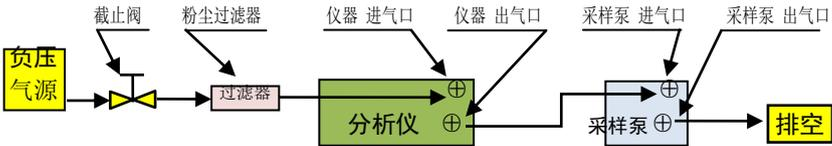

图2 气路“后抽式”接法示意图
- 1、“后抽式”接法：所谓“后抽式”是指采样泵接在仪器后使用。具体接法是，将气源先接到仪器的【进气口】，仪器的【出口】连接到采样泵泵的[进气口]上，泵的[出气口]排空，具体接法见图2。